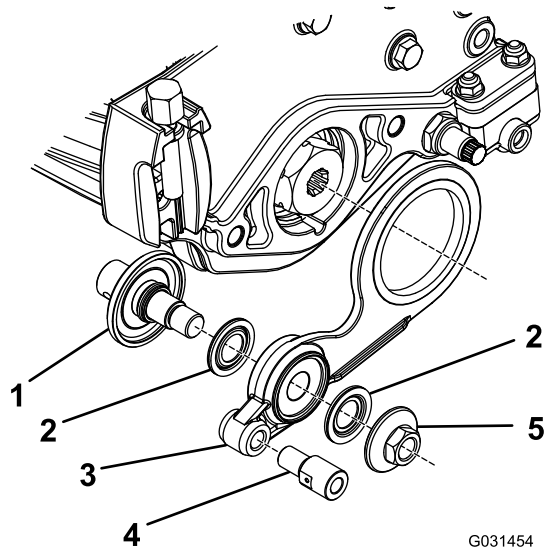

Bild 16
1. Montieren Sie alle losen Teile an den Riemenscheiben, wie in Bild 16 abgebildet.
Hinweis: Montieren Sie Teile 1 bis 5 in umgekehrter Reihenfolge, wie Sie die Riemenscheiben-Baugruppe auf der entgegengesetzten Seite in Bild 16 einbauen.